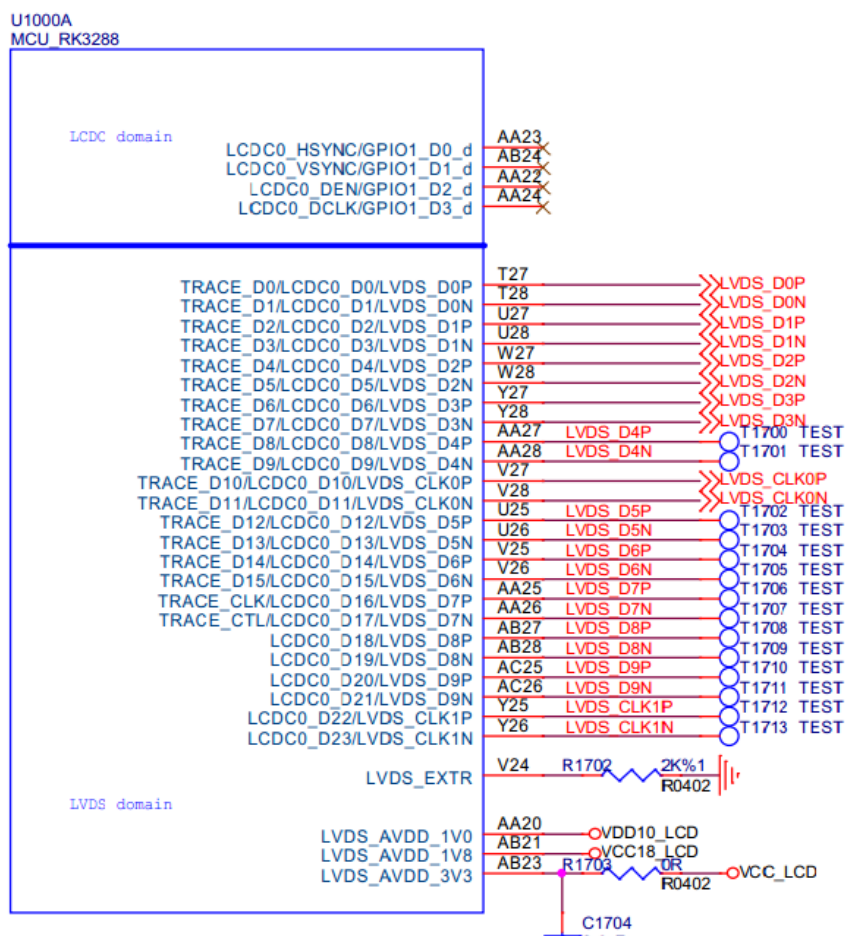

图14-6
- 在使用LVDS及RGB功能时，LVDS_AVDD_1V0、LVDS_AVDD_1V8、LVDS_AVDD_3V3都需供电，不使用时无需供电，如图14-6；